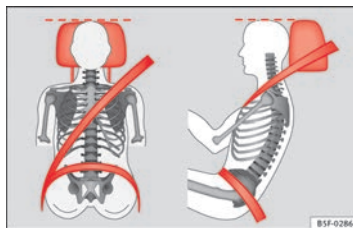

Fig. 3 Apoyacabezas ajustado correctamente visto de frente y lateralmente.
- Ajuste el apoyacabezas de modo que el borde superior quede, en la medida de lo posible, a la altura de la parte superior de la cabeza, como mínimo a la altura de los ojos ⇒ fig. 3.